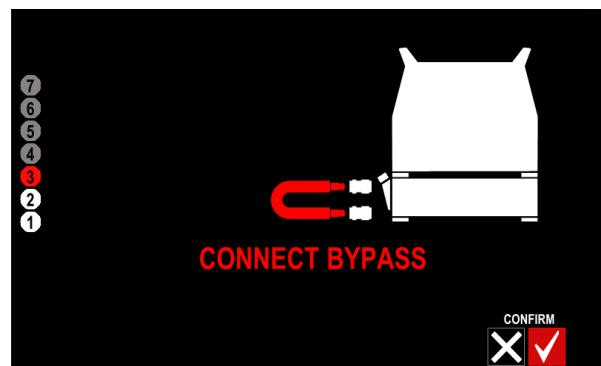

Рисунок 16
- Подключите короткий шланг красного цвета с бысторазъемными соединителями для воды (ОБВОДНОЙ КАНАЛ входит в комплект оборудования) к синему и красному выпускным разъемам, расположенным на фронтальной части системы охлаждения (Рис. 16 или 24). Наблюдайте за контуром циркуляции охлаждающей жидкости.